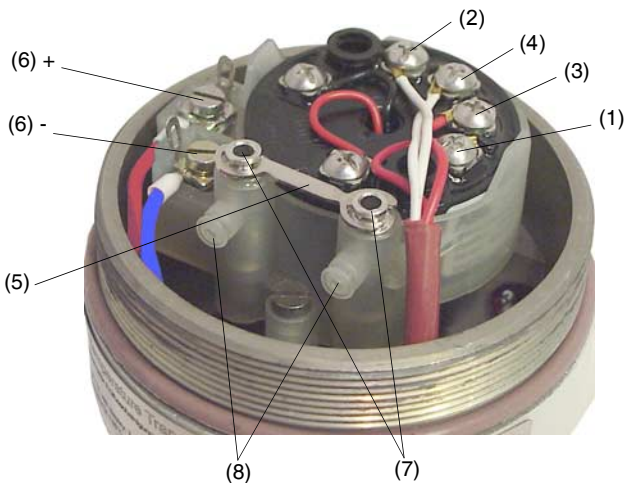

Bild 4-4 Geöffnetes Gerät **ohne** Anzeiger
Bei Geräten ohne Anzeiger muss die Kurzschlussbrücke (5) gesteckt sein (siehe Bild 4-4).